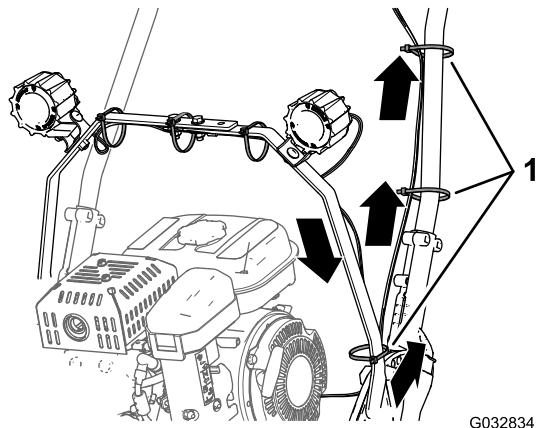

Bild 10
- Verlegen Sie den Kabelbaum für die LED-Lampen nach unten entlang des linken Riemens der Lampenleiste und hinüber zum Rohr des linken Führungsholms (Bild 10).
- Verlegen Sie den Kabelbaum nach oben entlang des Rohrs des linken Führungsholms zum Bedienfeld (Bild 10).
- Befestigen Sie den Kabelbaum mit drei Kabelbinden am Riemen der Lampenleiste, wie in Bild 10 abgebildet.